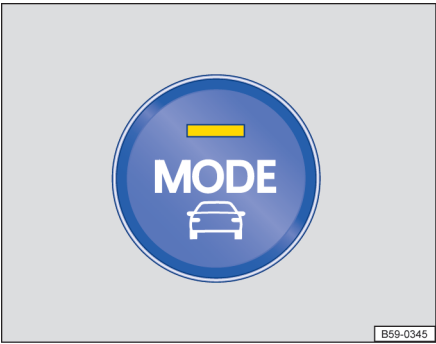

图 195 中控台下部：驾驶模式选择按键
- 按压驾驶模式选择按钮→图 195。驾驶模式选择菜单显示在信息娱乐系统的显示屏中。已激活的驾驶模式被选中。
- 按压驾驶模式选择按钮→图 195。驾驶模式选择菜单显示在信息娱乐系统的显示屏中。
- 或：重新按下驾驶模式选择按钮→图 195，以便自动选择下一个未激活的驾驶模式。